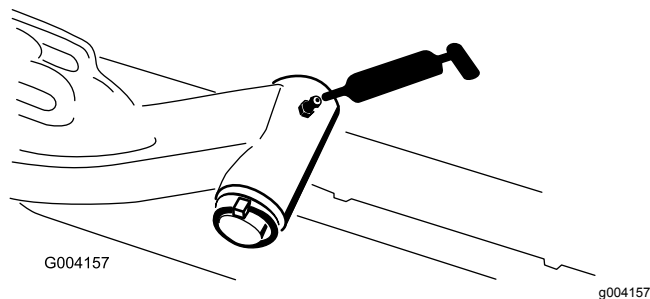

図 49
- 昇降アームのピボットシャフト各アームに1ヶ所ー 図 49